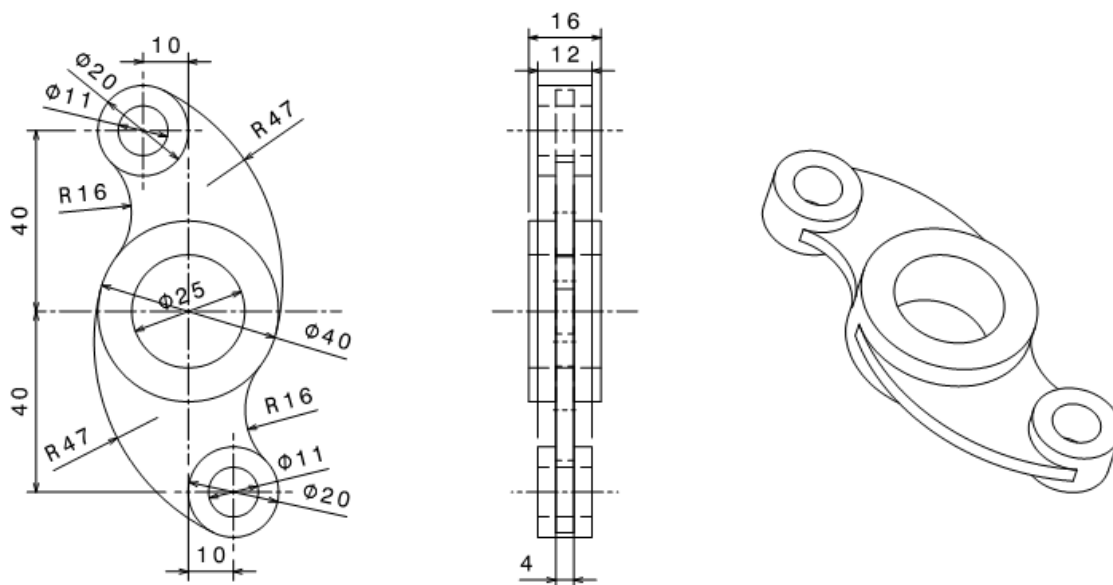

Figure 1: pièce à dessiner
7. Nous voulons dessiner sur AUTOCAD, la pièce de la Figure 1. Répondre aux questions suivantes :